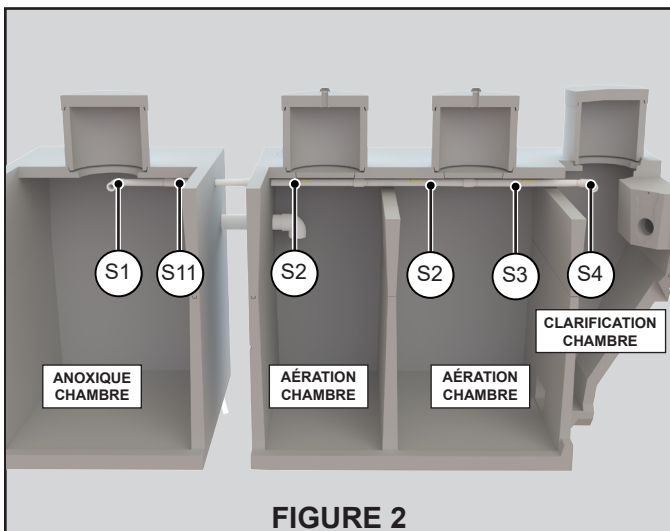

FIGURE 2
3. Faites glisser le premier sous-ensemble S2 à travers l'ouverture moulée dans le mur entre la première et la deuxième chambre d'aération. Le côté du raccord de ce sous-ensemble S2 doit être orienté vers le côté de la sortie de la réservoir. Collez par solvant le tuyau du deuxième sous-ensemble S2 dans le raccord du premier sous-ensemble S2. Voir Figure 2.
4. En commençant dans la deuxième chambre d'aération, passez le sous-ensemble S3 à travers la paroi dans la chambre de clarification. Collez le raccord sur le sous-ensemble S2 au sous-ensemble S3. Voir Figure 2.
5. À l'intérieur de la chambre de clarification, collez par solvant le coude du sous-ensemble S4 au tuyau du sous-ensemble S3. Le coude du sous-ensemble S4 doit être orienté comme indiqué à la figure 2, avec l'embout court du tuyau parallèle au plancher et au plafond de la réservoir.
8. Collez par solvant le sous-ensemble S11 de le réservoir de prétraitement au sous-ensemble S2 de le réservoir de traitement comme indiqué à la figure 2. Le sous-ensemble S11 devra être taillé à la bonne longueur. Collez par solvant les deux sections du sous-ensemble S11 l'une avec l'autre. Les coudes sur le sous-ensemble S1 et le sous-ensemble S4 doivent être orientés comme indiqué à la figure 2, avec le bout court du tuyau parallèle au plancher et au plafond du réservoir.